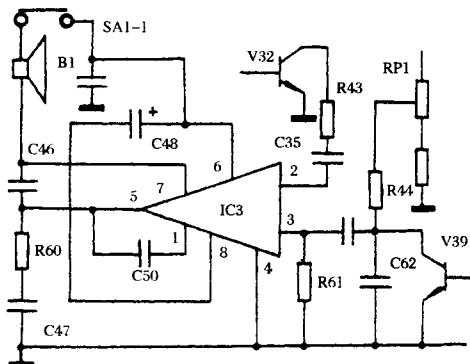

图 1.5
(2) 免提受话啸叫，该故障现象说明免提功放自激。参看图 1.5，检查 C50，发现 C50 开路。更换 C50 后，啸叫声消除，但免提受话还有汽船声，这说明还存在低频自激。检查